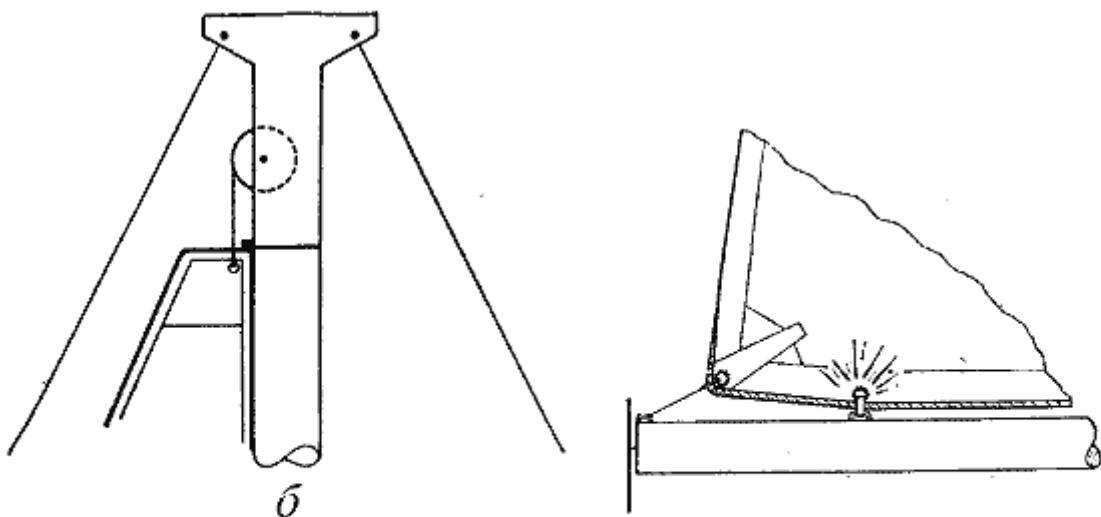

Рис. 31. Моршины около шкотового угла грота образуются из-за того, что сам угол отошел от гика вверх
**Шкотовый угол грота.** Шкотовый угол паруса должен быть на одной горизонтальной линии с остальной частью нижней шкаторины. Если шкотовый угол приподнят из-за того, что у коуша нет ползунка, либо потому, что нет найтовки вокруг гика, около него образуются морщины (рис. 31).